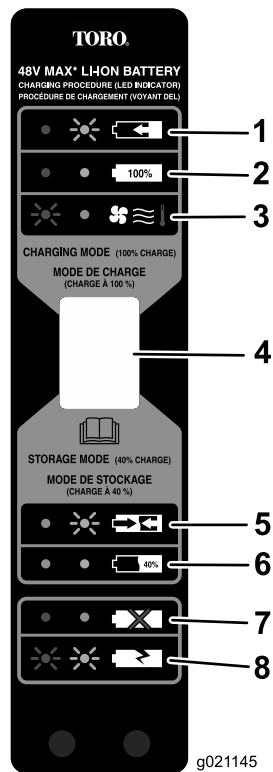

Bild 14
- Siehe Bild 14 für eine Beschreibung der LED-Anzeigen auf dem Batterieladegerät.
Verwenden Sie die Einlagerungsbetriebsart (Bild 14), wenn die Batterie für einen Monat oder länger nicht verwendet wird.
- Wenn die Batterie für die Einlagerung bereit ist (Bild 14, Punkt 6.), nehmen Sie die Batterie aus dem Ladegerät heraus.